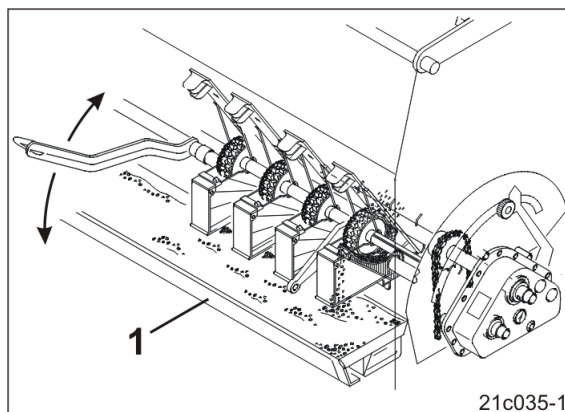

Fig. 83
14. Girar la rueda de la sembradora hasta que caigan semillas de todas las carcassas de sembrado en las cubetas (Fig. 83/1).